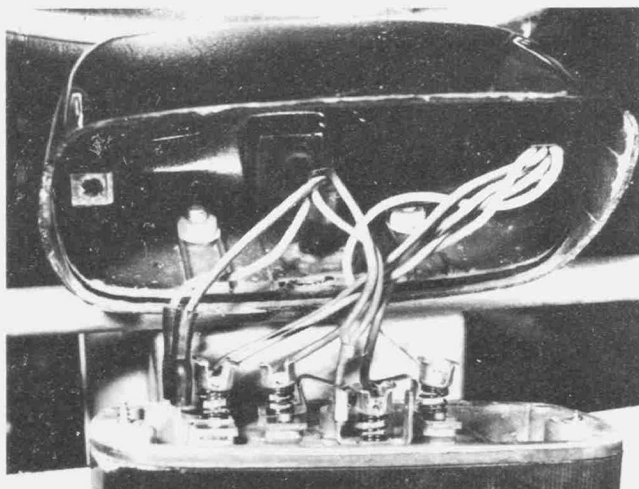

Bild 341
- Elektrische Anschlüsse, insbesondere Masse-Anschlüsse, an der Rückseite des Reflektors kontrollieren (Bild 341).